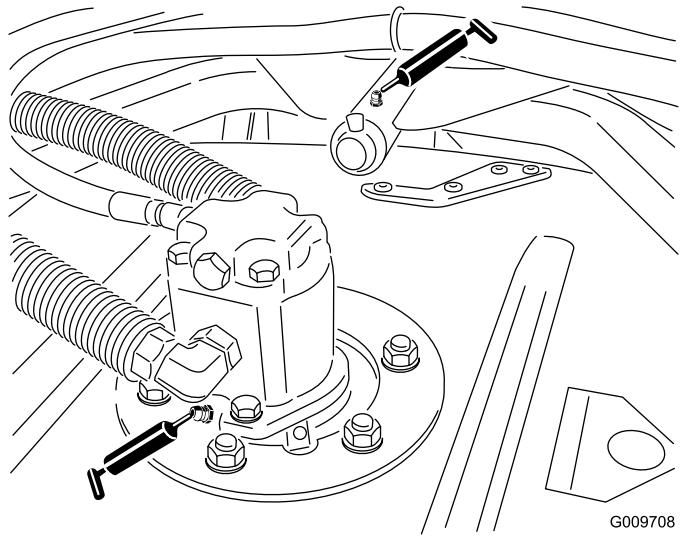

Figura 48
- Cojinetes de los ejes de las unidades de corte (2 por unidad de corte), como se muestra en la Figura 48
- Casquillos de los brazos de las unidades de corte (1 por unidad de corte), como se muestra en la Figura 48